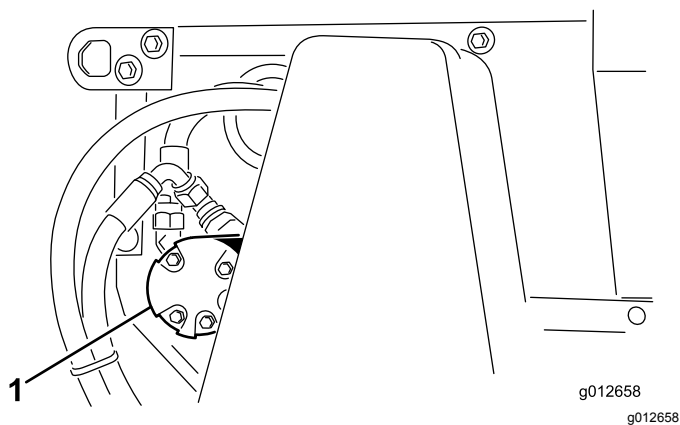

図 39
2. ブラシモータ 図 39 を機体左側に固定しているナットをゆるめる。